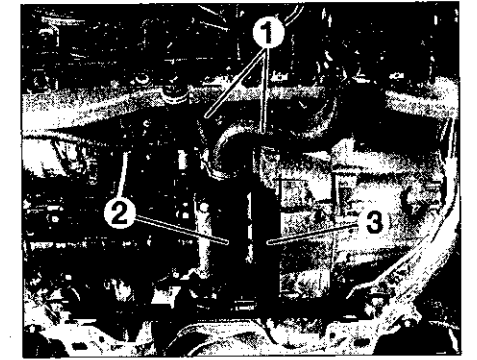
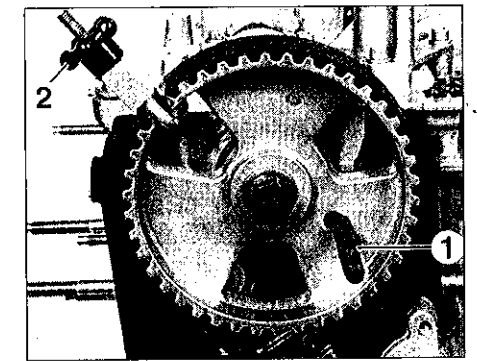
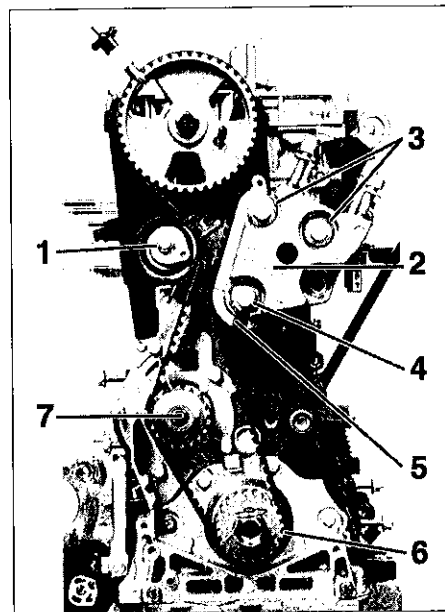

FIG. 11
FIG. 12
FIG.14
- le carter supérieur de distribution (2).
- les 2 durits (1) (Fig.11).
- le conduit (2).
- la tôle (3).
- Piger l'arbre à cames à l'aide de l'outil (1) (ref. Peugeot .0188-M. Ø de la pige : 8 mm) (Fig.12).
- les vis (5) du carter inférieur de distribution.
- le carter inférieur de distribution (6).
- Dévisser le galet tendeur (1) (Fig.14).
- Maintenir la courroie en place sur la roue dentée à l'aide d'un outil adapté (2) (Fig.12).
- Placer la courroie de distribution sur le galet enrouleur (5) (Fig.14) puis sur la roue dentée de vilebrequin (6), sur la pompe à eau (7) et le galet tendeur (1).
- Poser et serrer la patte du support moteur (2).
- Déposer les outils de maintien (2) (Fig.12) de la courroie de distribution et l'outil de centrage de la roue dentée de vilebrequin (Fig.15).